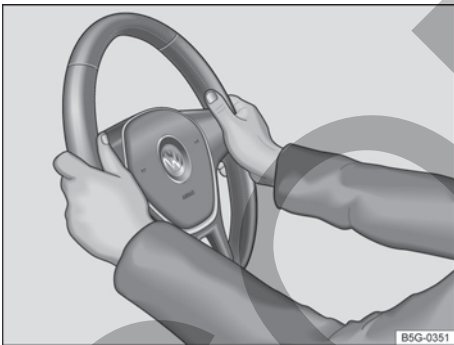

Fig. 62 En el volante: posición 9 y 3 horas.
- Ajustar la posición del volante de forma que pueda sostenerlo lateralmente por el borde exterior en las posiciones equivalentes a las 9 y a las 3 → fig. 62 con ambas manos y los brazos ligeramente doblados.
- Empuje la palanca ① siempre por su mango con firmeza hacia arriba después del ajuste, para bloquear la posición del volante.
- Durante la conducción, siempre sujete el volante con ambas manos lateralmente en el borde exterior en la posición equivalente a las 9 y a las 3 → fig. 62, para reducir las lesiones provocadas por un disparo del airbag frontal del conductor.